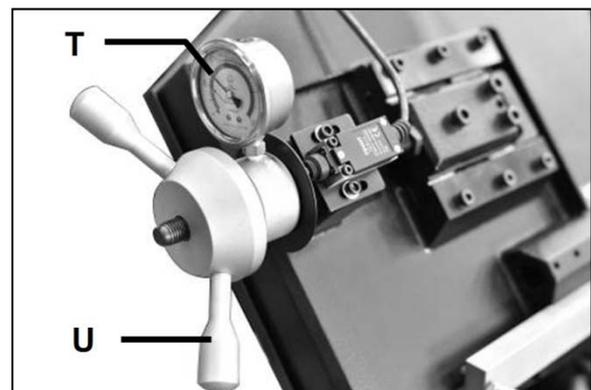

Abb. 8-5: Sägebandspannungsanzeige
Die Sägebandspannung wird an der Anzeige (T, Abb. 8-5) angezeigt. Den Spannhebel (U) im Uhrzeigersinn drehen, bis die korrekte Sägebandspannung erreicht ist (wird grün angezeigt).